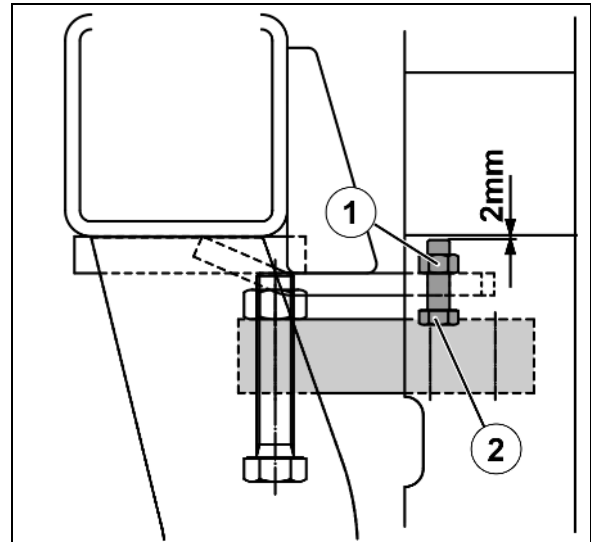

Fig. 56
Begrænsningsskruerne (Fig. 56/2) skal indstilles med et spillerum på 2 mm som vist.
1. Løsn kontramøtrikken (Fig. 56/1)
2. Indstil monteringskruerne (Fig. 56/2)
3. Spænd kontramøtrikken (Fig. 56/1)